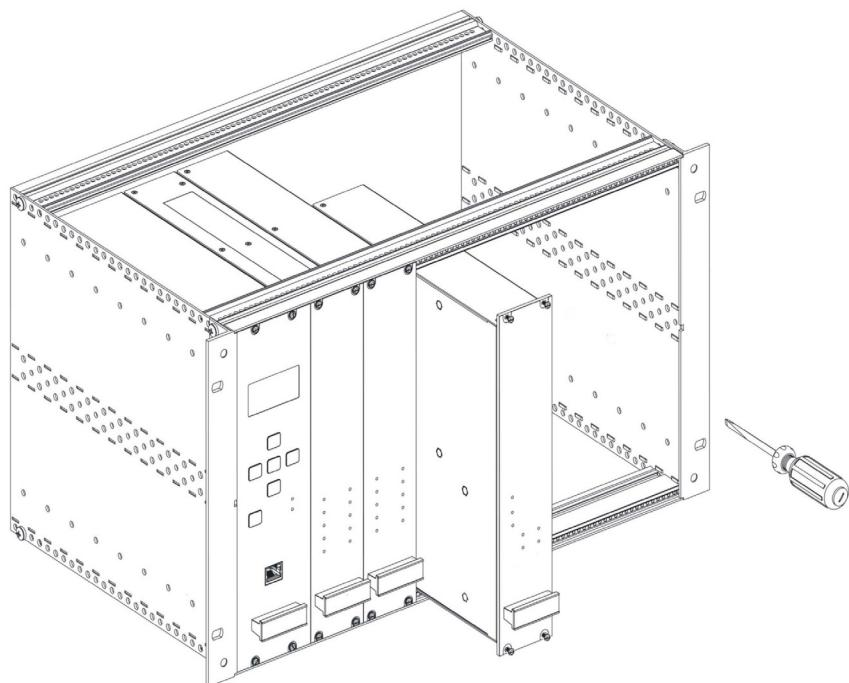

Fig. 2.-
1.- Posicione el módulo DT-421D junto al último módulo instalado sin dejar ningún espacio entre ellos. (Fig. 2.-)
3.- Atornille la carátula frontal del módulo a la guía superior e inferior de los perfiles frontales del subrack. (Fig. 2.-).
1.- Position the DT-421D module next to the last module installed, leaving no empty space between them. (Fig. 2.-)
3.- Screw the front panel to the top and bottom of the subrack sections (Fig. 2.-).
1.- Placez le module DT-421D à côté du dernier module installé sans laisser aucun espace vide entre eux. (Fig. 2.-).
3.- Visez le panneau à la guide haut et bas laquelle se trouve aux profilés frontaux du subrack (Fig. 2.-).